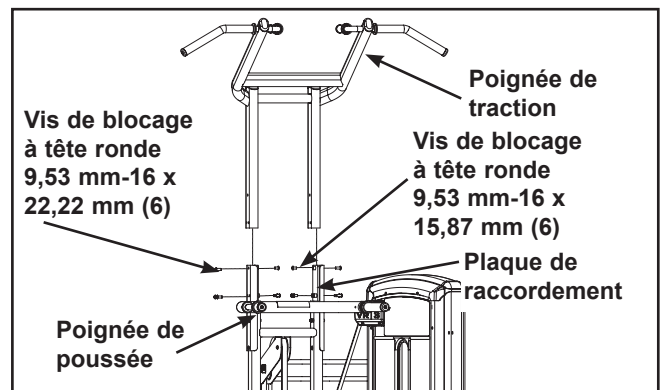

Figure 1
- A. Retirez avec précaution la quincaillerie d'assemblage, la poignée de traction et la tige portante fixée au cadre. En vous faisant aider, soulevez avec précaution la poignée de traction pour la poser sur la poignée de poussée. Voir Figure 1.
- B. Alignez les trous avec la plaque de raccordement. Reportez-vous à la figure 1. **REMARQUE :** Si les trous ne s'alignent pas, desserrez les 12 vis de blocage à tête ronde fixant la poignée de poussée au cadre.
- C. Appliquez du Loctite n° 242 aux vis de blocage (comprises dans la quincaillerie d'assemblage fournie). **REMARQUE :** Les vis de blocage à tête ronde de 9.53 mm -16 x 15.87 mm sont installées sur l'intérieur de la plaque de raccordement. Les vis de blocage à tête ronde de 9.53 mm - 16 x 22.22 mm sont installées sur l'extérieur de la plaque de raccordement. Voir Figure 1.